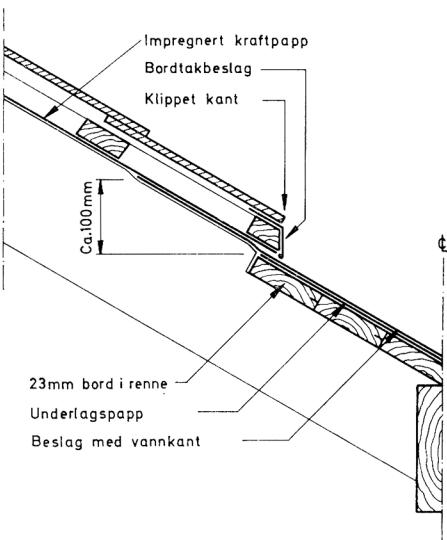

Fig. 26.4
- .4 I fig. 26.4 er det vist renne for tak med bare papp under lektene. Rennebunnen senkes i plan med overkant sperrer, og falsede forsinkede stålplater føres opp under papp og lekten som danner kant i rennen. Pappen over sperrene føres over beslaget.